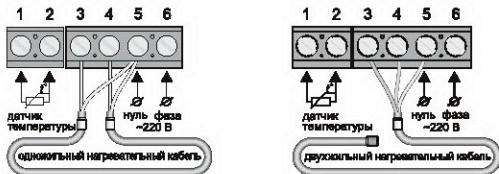

Рис. 3
Если у Вас 2-х проводная электрическая сеть (без проводника заземления), экран нагревательной секции подключается к нейтральному проводнику (N) сети питания, на клемму **5** (рис. 3).